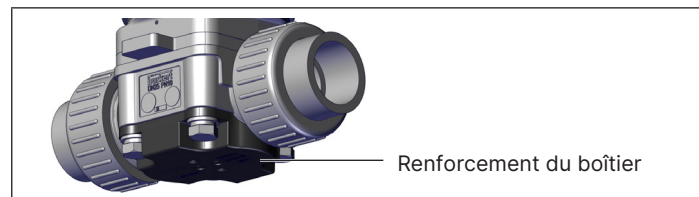

Fig. 17 : Renforcement du boîtier pour les variantes en PP (taille de membrane 15, 20, 25)
- Poser l'actionneur avec la membrane sur le corps de vanne. Pour les variantes en PP (taille de membrane 15, 20, 25), le renforcement du boîtier prévu (voir « Fig. 17 ») est impératif.